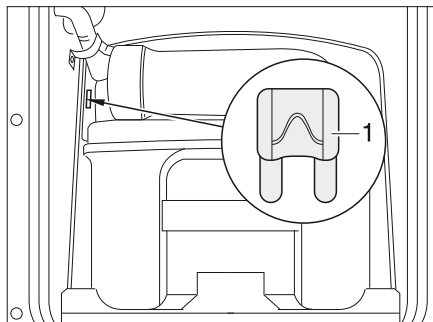
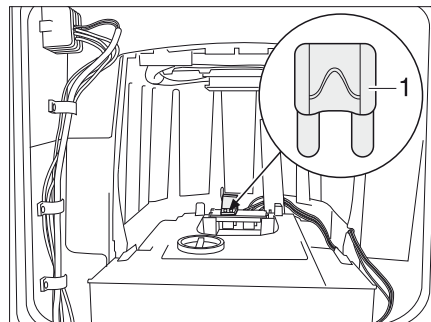

Bild 301 Säkring Thetford-toalett
Bild 302 Säkring Thetford-toalett (alternativ)
- Byt säkring (Bild 301,1 resp. Bild 302,1).